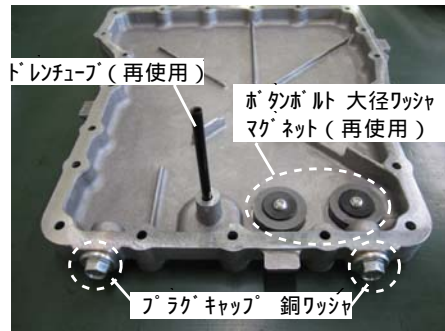

図2-1-1
ボタンボルトと大径ワッシャを使い純正マグネット(再使用)を取付けてください。(図2-1-1)
(2) 銅ワッシャを使いプラグキャップを取付けてください。(図2-1-1)
(3) 純正ドレンチューブ、ドレンプラグ(再使用)を取付けてください。(図2-1-1)